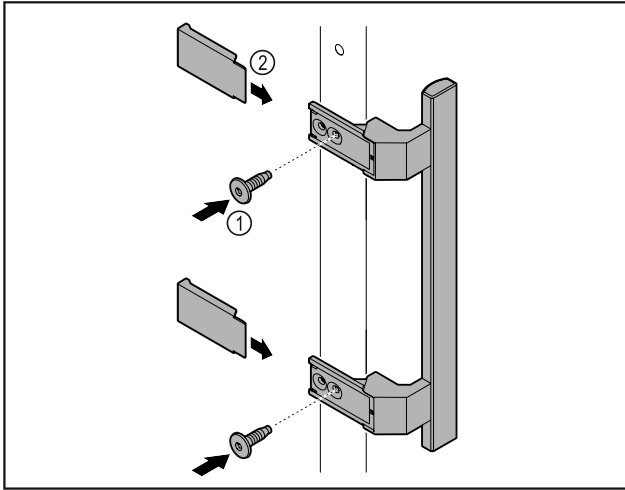

Fig. 8
- ▶ Madlo z příloženého příslušenství upevněte na dveře pomocí příložených šroubů Fig. 8 (1).
- ▶ Nasadte kryt Fig. 8 (2).